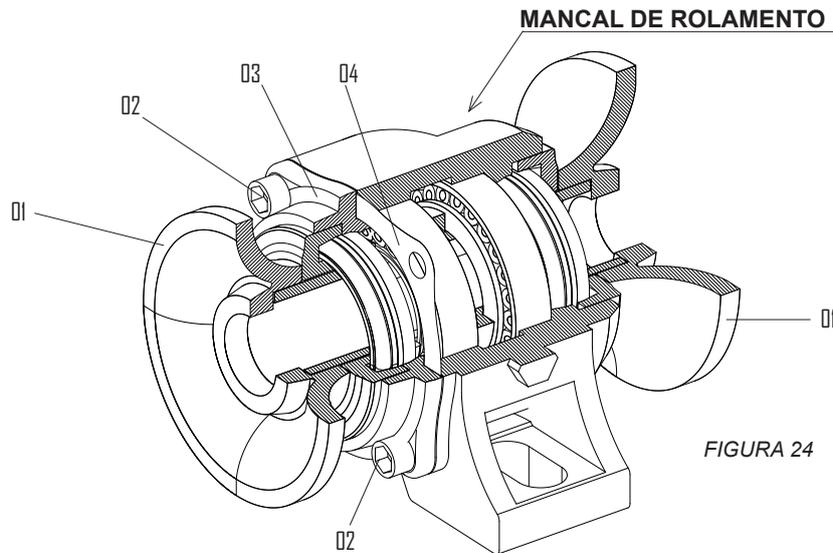

FIGURA 24
- Retire a arruela (1) figura 24.
- Soltar os parafusos (2) e retirar a tampa (3).
- Retirar 1 ou 2 juntas (4), da tampa do mancal.
- Recolocar novamente a tampa (3) e reapertá-la.
- Se persistir a folga, pode-se facear a tampa item 3, para aumentar a regulação, em seguida monte a mesma no mancal com quantas juntas forem necessárias.
*Não monte o mancal sem a junta, item 04 (Figura 24).*